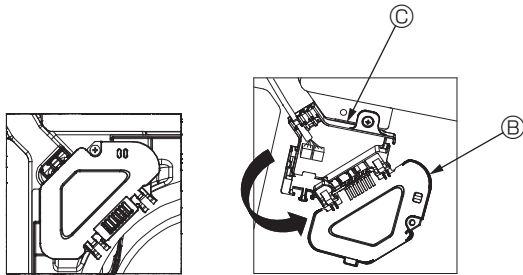

Fig. 7-5
- ③ Fjern den ene skruen som holder koblingsboksdekselet og åpne dekslet. (Fig. 7-5)
- ④ Plasser kryssledningskontakten i koblingsboksen.
- ⑤ Installer ledningsdekselet og koblingsboksens deksel.